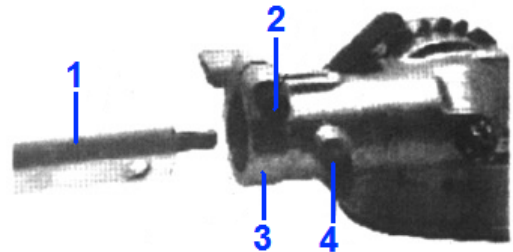

Fig.HT14
2. Lubrifier le carter d'engrenage. (Fig.HT14).